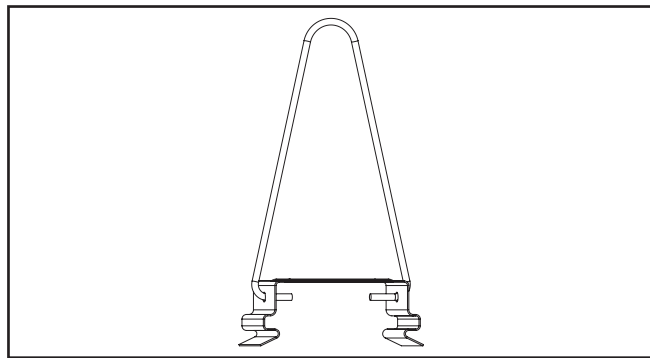

Figura 4.
5. Fije el soporte en V a cada abrazadera de montaje separando los extremos del soporte en V y luego insertando las patas en los orificios en el costado de las abrazaderas de montaje. (Figura 4)